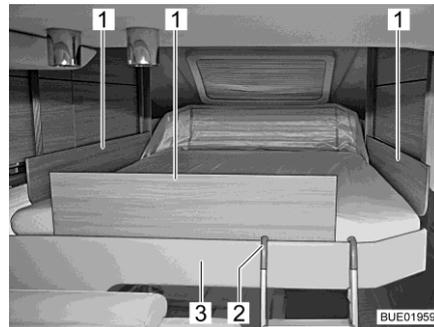

Bild 145 Hubbett mit Sicherungsplatten
- Sicherungsplatten (Bild 145,1) zwischen Matratze und Bettumrandung (Bild 145,3) stecken.
- Beide Bügel der Aufstiegsleiter (Bild 145,2) in die Bettumrandung (Bild 145,3) einhängen.
- Aufstiegsleiter (Bild 145,2) aus der Bettumrandung (Bild 145,3) aushängen.
**Notbetrieb** Wenn sich das Hubbett mit den Pfeiltasten (Bild 145, 2 und 8) nicht mehr bewegen lässt, zuerst die Sicherung Reserve 3 am Elektroblock prüfen (siehe Abschnitt 9.10.1). Wenn die Sicherung in Ordnung ist und sich das Hubbett trotzdem nicht bewegen lässt, kann das Hubbett manuell bedient werden.